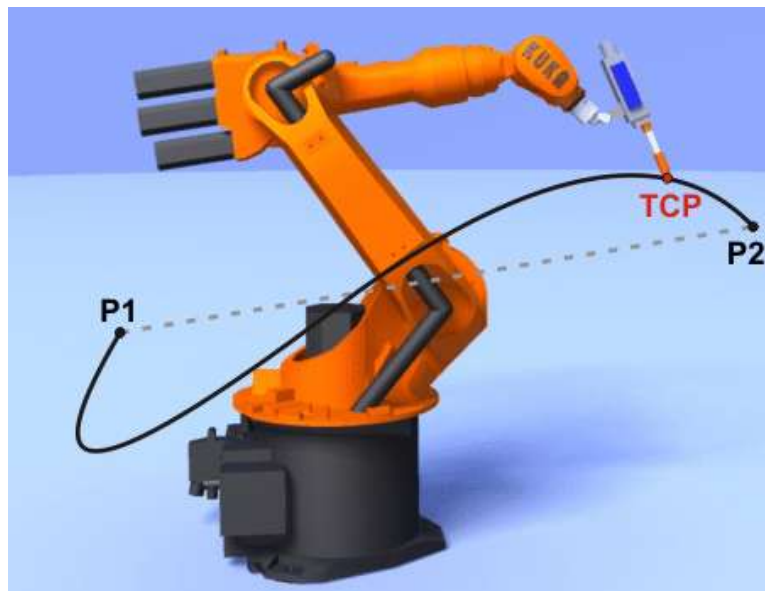

Рис. 4.1 РТР-движение
1. РТР (точка-точка, англ. *point-to-point*) – движение по кратчайшему пути к конечной точке (рис. 4.1). В данном случае робот направляет исполнительный орган вдоль наиболее быстрого пути к конечной точке. Быстрый путь, как правило, не кратчайший путь, и, поэтому, не прямая линия. Это связано с тем, что движение робота происходит по осям вращения и изогнутые контуры могут быть выполнены быстрее, чем прямые пути. Точный путь движения не может быть предсказан.